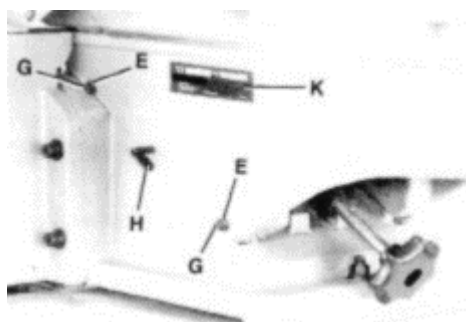

Рис. 37 Стопорный рычаг
2. Для регулировки разгрузочного стола ослабьте стопорный рычаг (H), Рис. 37.